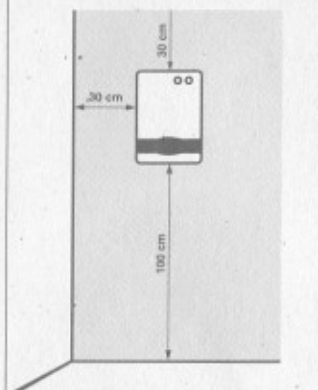

FIG. 2
- Der Heißer verfügt über einen Wasserschutz des Grades IPX3. Dies ermöglicht somit eine Benutzung in Badezimmern oder feuchter Umgebung. EINE INSTALLATION INNERHALB DER BADEWANNEN-ODER DUSCHKABINE IST JEDOCH NICHT MÖGLICH. (Abb. 2 Zone 1 und 2)
- Le radiateur soufflant a un degré IPX3 de protection à l'eau. Ainsi il peut être utilisé dans les salles de bain ou dans les endroits humides mais il NE PEUT PAS ÊTRE INSTALLÉ À L'INTÉRIEUR DU PÉRIMÈTRE DE LA BAIGNOIRE OU DE LA DOUCHE. (Fig. 2 zones 1 et 2)
- De thermostator heeft beschermingsgraad IPX3 tegen water. Het apparaat kan daarom gebruikt worden in badkamers of vochtige ruimtes. MAAR MAG NIET BINNEN DE OMTREK VAN HET BAD OF VAN DE DOUCHEKABINE GEÏNSTALLEERD WORDEN. (Abb. 2 zone 1 en 2)